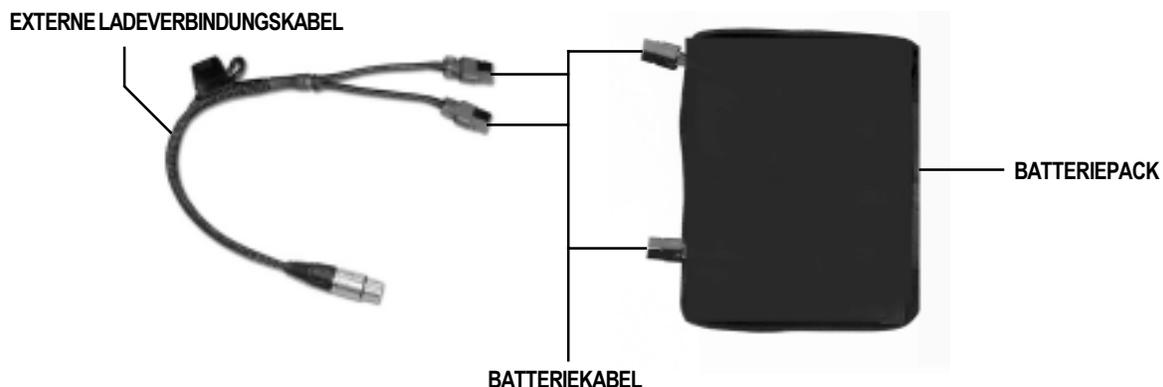

Abb. 9. Verbindungen des Externen Ladeverbindungskabels
- Externes Ladeverbindungskabel an das vom Batteriepack kommende Batteriekabel anschließen. Siehe Abb. 9.